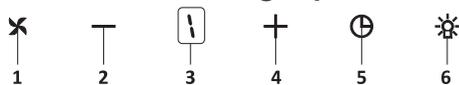

Fig. 1: Interruttore Dgt Spd 5
1. Premere questo tasto per accendere il prodotto. Fig. 1
2. Premere questo tasto per diminuire la velocità. Fig. 1
3. Display Dgt.: Si può apprezzare l'efficienza di funzionamento del prodotto in questa schermata. Fig. 1
4. Premere questo tasto per aumentare la velocità. Fig. 1
5. Premendo il pulsante Timer si abilita la funzione timer per 15 minuti, quando inizia la temporizzazione appare un segnale sul display e il motore si arresta automaticamente. (Fig. 1)
6. Premere questo tasto per accendere e spegnere le luci. (Fig. 1)